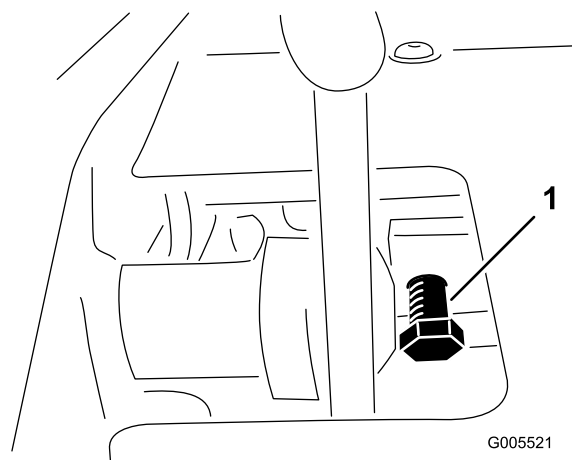

Figura 54
1. Allentate il controdado sul bullone di fissaggio del pedale (Figura 54).